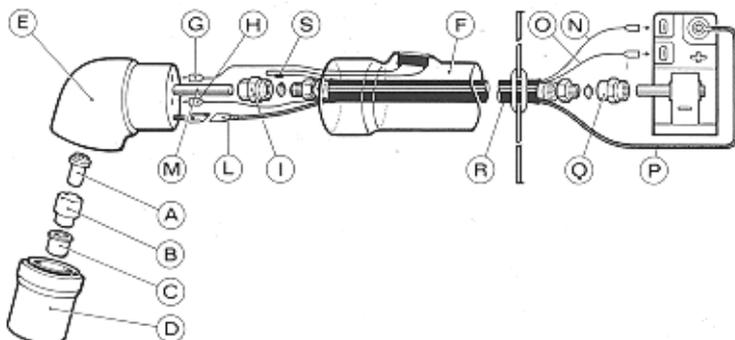

Abb. 3
1) Ersatz von Verschleissteilen (Abb. 3).
2) Ersatz des Brennerkörpers E (Abb. 3).
3) Ersatz des gesamten Brenners (Abb. 3).
4) Ersatz des Kabels R (Abb. 3)